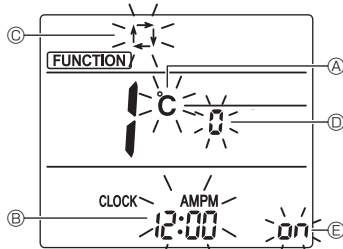

Fig. 5-8
Der Bildschirmanzeige-Einstellungsbildschirm erscheint. (Fig. 5-8)
5.9.2. Ändern der Temperatureinheit (Fig. 5-8 Ⓐ)
- Drücken Sie die [TEMP] -Taste ⑤.
- Mit jedem Drücken der [TEMP] -Taste ⑤ wechselt die Einstellung zwischen **°C** und **°F**.
5.9.3. Ändern der Zeitanzeige (Fig. 5-8 Ⓑ)
- Drücken Sie die [TIME] -Taste ⑥.
- Mit jedem Drücken der [TIME] -Taste ⑥ wechselt die Einstellung zwischen **12:00** und **24:00**.
5.9.4. Ändern des AUTO-Modus (Fig. 5-8 Ⓒ)
- Drücken Sie die [MODE] -Taste ⑦.
- Mit jedem Drücken der [MODE] -Taste ⑦ wechselt die Einstellung zwischen **ON** und **OFF**.
5.9.5. Ändern von Paar Nr. (Fig. 5-8 Ⓓ)
- Drücken Sie die [UP] -Taste ④.
- Mit jedem Drücken der [UP] -Taste ④ wechselt die Paarnummer 0–3.